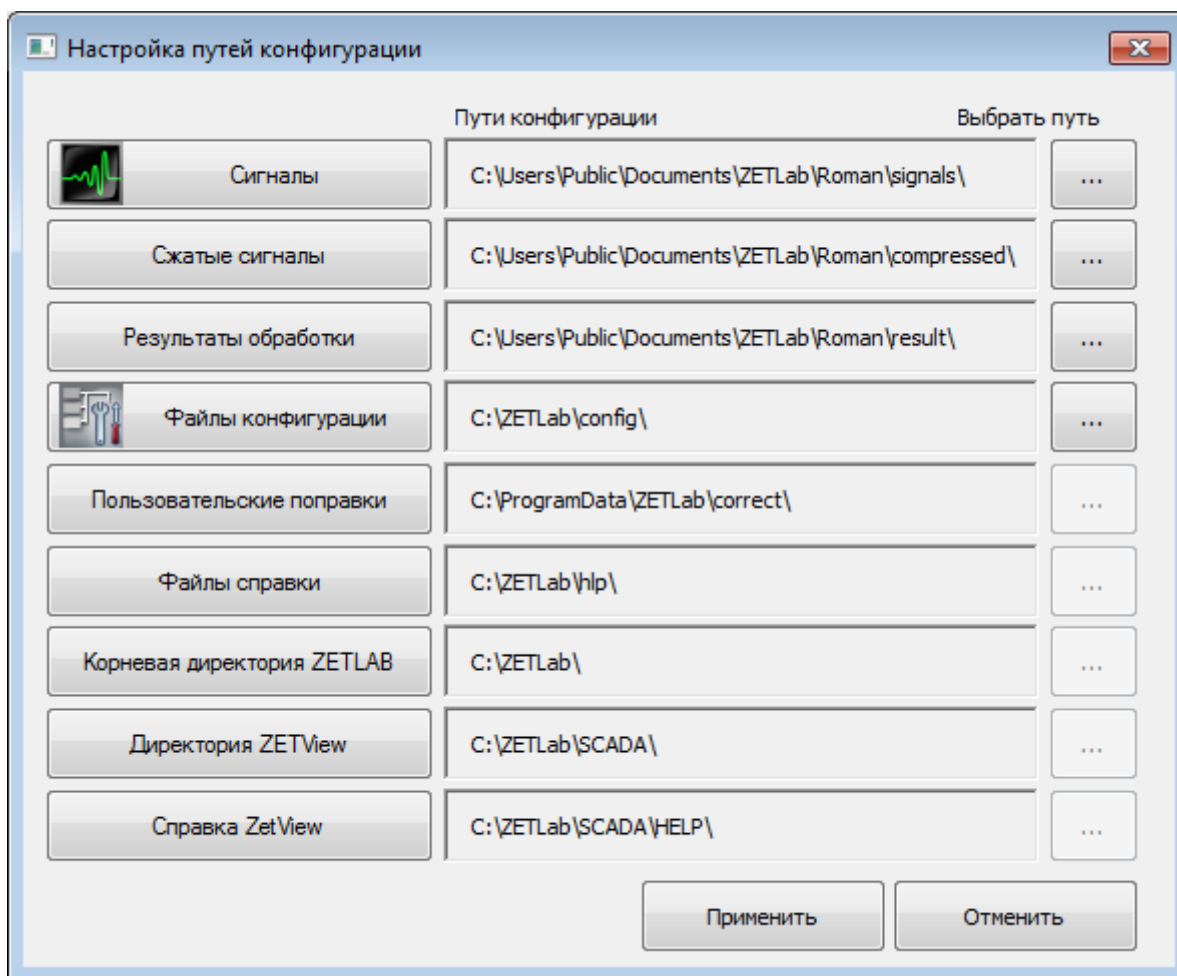

Рис. 3.6 Программа «Пути конфигурации пользователя»
11. Открыть программу «Пути конфигурации пользователя» (Рис. 3.6) нажатием по соответствующей иконке в главном меню панели ZETLAB.